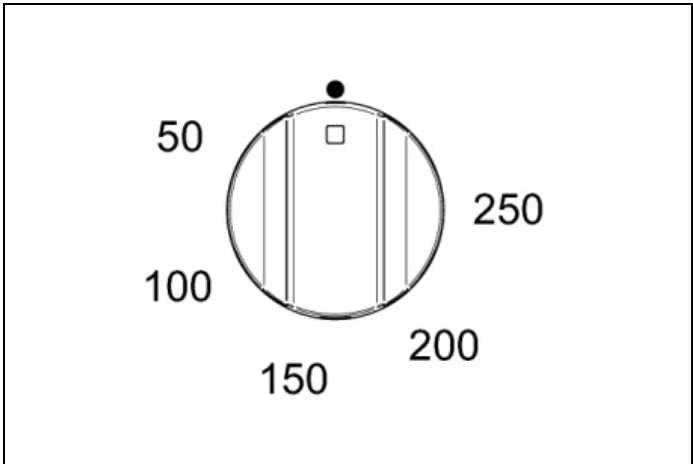
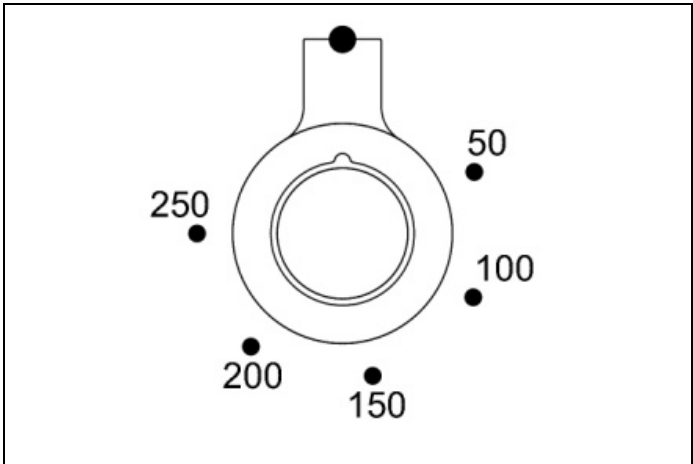
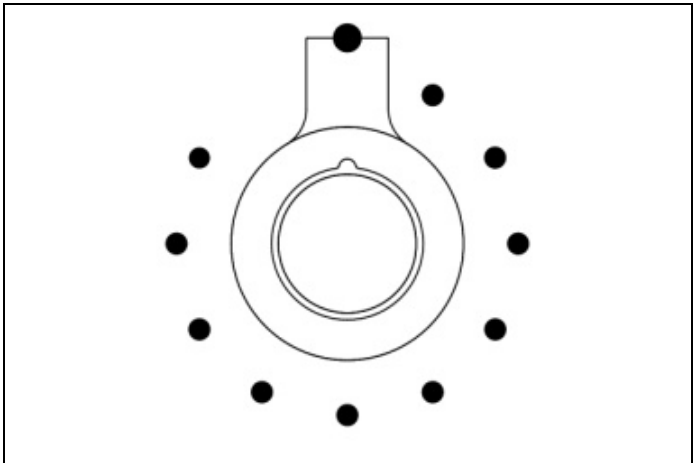

Fig. 23
Fig. 24
Fig. 25
- 2) Vri temperaturknotten (Fig. 23 - Fig. 24 og Fig. 25 kun for PRO T-modellen) med klokken for å velge ønsket temperatur. Det oransje lyset slukker når ovnen har nådd den valgte temperaturen og er klar til bruk. Det er normalt at denne lampen slukkes og tennes under steking, slik at elementene holder en konstant temperatur (ovnens drift indikeres av programmeringsdisplayet bare for PRO T-versjonen).